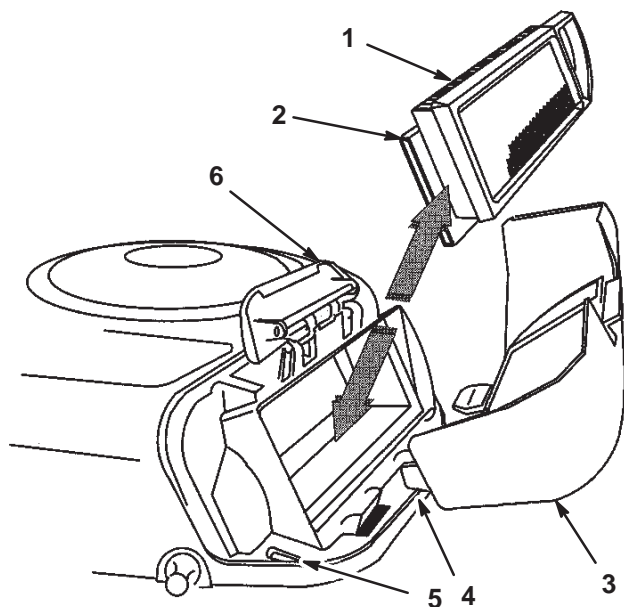

Bild 25
- Schieben Sie den Papier- und den Schaumeinsatz vorsichtig vom Gebläsegehäuse herunter (Bild 25).
- Fluchten Sie die Nasen der Luftfilterabdeckung mit den Schlitten im Gebläsegehäuse aus (Bild 25). Haken Sie den Griff in die Abdeckung ein und drücken auf den Griff, um die Abdeckung zu befestigen.